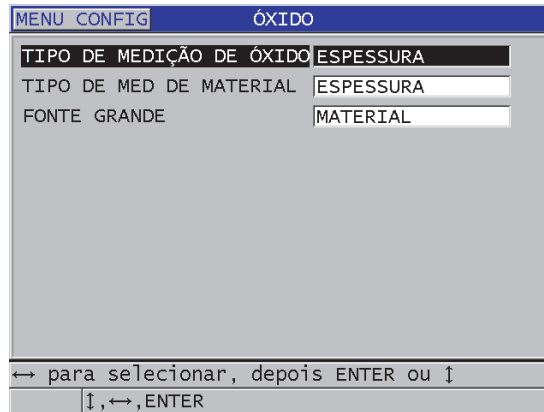

Figura 7-2 Tela ÓXIDO
9. Na tela **ÓXIDO** (veja Figura 7-2 na página 108):